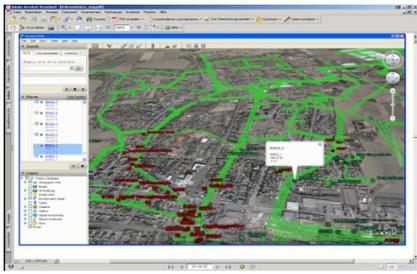

Abbildung 3: Export Google Earth
- Import/Export: Grafiken (div. Dateiformate), Google Earth (siehe Abbildung 3)